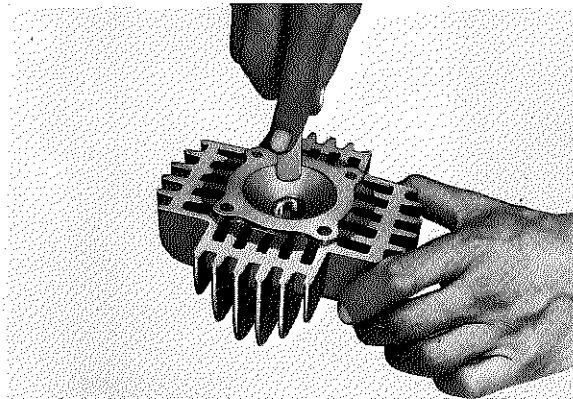

Fig. 3-3-1
2. Using a rounded scraper, remove carbon deposits from combustion chamber. Take care to avoid damaging the spark plug threads. Do not use a sharp instrument; avoid scratching aluminium. (Fig. 3-3-1)
2. A l'aide d'un grattoir à bout arrondi, décalaminer la chambre d'explosion. Faire attention de ne pas endommager le filetage du trou de bougie. Eviter d'employer un outil tranchant, sinon on risque de rayer l'aluminium (Fig. 3-3-1).
2. Ölkohleablagerungen mit einem abgerundeten Schaber aus dem Verbrennungsraum entfernen. Darauf achten, daß das Kerzengewinde nicht beschädigt wird. Keine scharfkantigen Werkzeuge benutzen, damit das Aluminium nicht verkratzt wird. (Fig. 3-3-1)